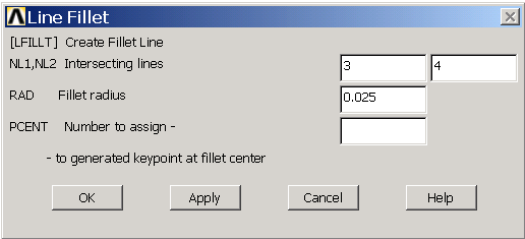

图9.12 对线进行倒角
(11) 单击 **Main Menu>Preprocessor>Modeling>Create>Lines>Line Fillet** 菜单，然后在图形视窗中选择 L3 和 L4，单击 **【OK】** 按钮。接着弹出如图 9.12 所示的对话框。在 **【Fillet radius】** 文本框中输入倒角半径 **【0.025】**，单击 **【OK】** 按钮。